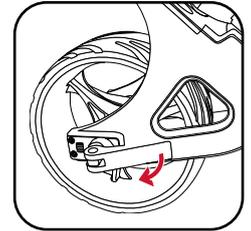

Fig 1
1. Levante la palanca de liberación rápida colocada en la rueda delantera y aflojar la tuerca de la rueda (fig. 1)